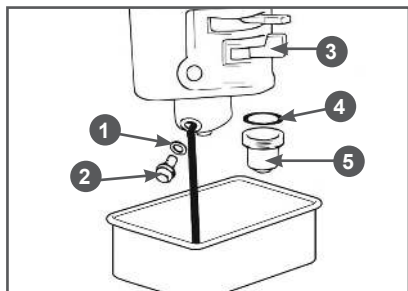

Рис. 35 Обслуживание карбюратора
1. Установите под карбюратор подходящую емкость (Рис. 35).
2. Установите рычаг топливного крана 3 в положение «ЗАКРЫТО» (Рис. 35).
3. Открутите болт 2 сливного отверстия и слейте топливо из поплавковой камеры карбюратора в подготовленную для этого ёмкость (Рис. 35).
4. Открутите стакан отстойника 5, вылейте из него топливо в заранее подготовленную емкость (Рис. 35).
1. Слейте топливо из топливного бака и карбюратора (Рис. 35).